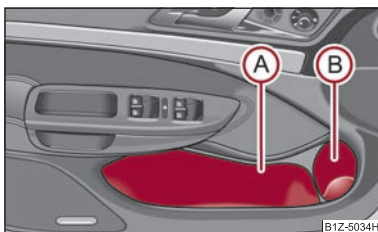

Fig. 74 Compartimentul de depozitare din portierele față
Pentru a nu limita spațiul de desfășurare a airbagului lateral, utilizați zona (A) ⇒ fig. 74 a compartimentului de depozitare numai pentru depozitarea obiectelor care nu ies în afară. ■